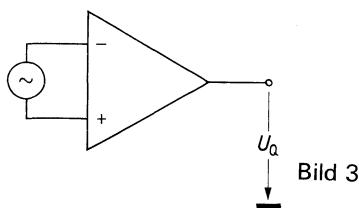

Bild 3
- Leerlauf (-Spannungs-) Verstärkung A_{uo} ist die Verstärkung ohne Gegenkopplung (Bild 3)